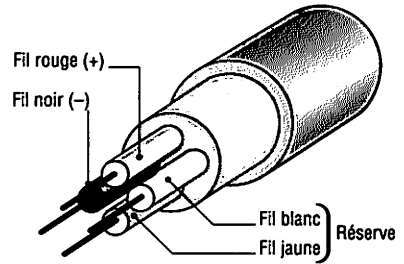

Fig. 7 : Câble 4 fils pour bus EIB.
- le câble formant bus (fig. 7) ;